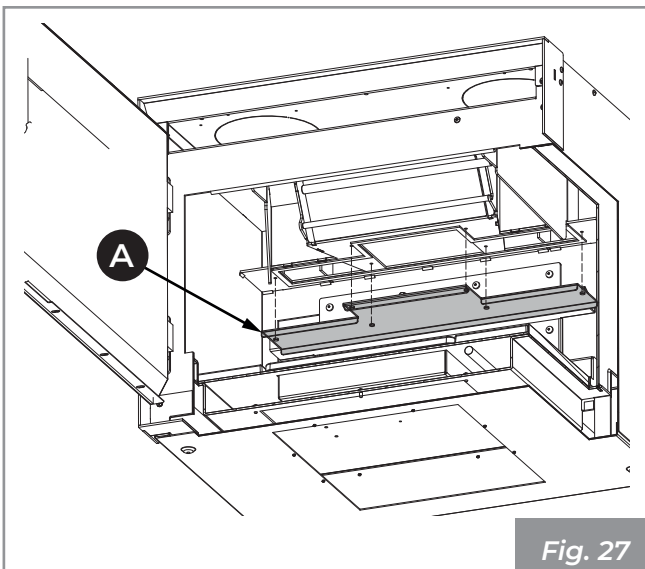

Fig. 27
Remover la tapa del colector de humos (A) (Fig. 27).